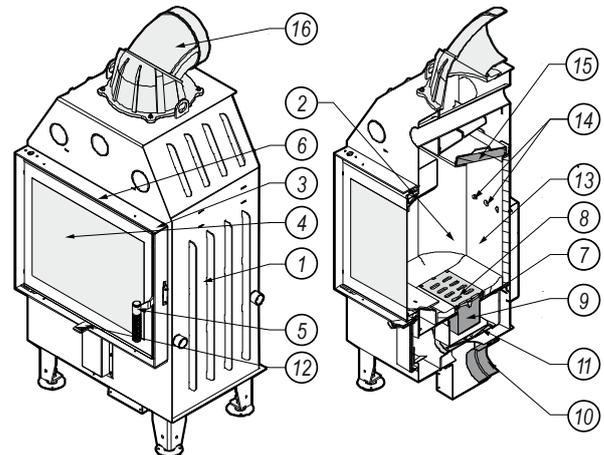

Abbildung 1. Aufbau des Kamineinsatzes DEFRO HOME INTRA mit der Schwenktür
Der Körper des Kamineinsatzes (Abb. 1 - 1, 2, 3) besteht aus einem Stahlmantel, in dem der Feuerraum (2) integriert ist. Der Hauptbestandteil des Kamineinsatzes ist sein Boden mit der Verbrennungsluftzufuhr. Die Rückseite und die Seitenwände des Feuerraums sind mit feuerfestem Beton ausgekleidet. An der Frontseite des Feuerraums befindet sich die Stahltür (3) mit dem feuerfesten Glas (4) und dem Türverschluss (5).